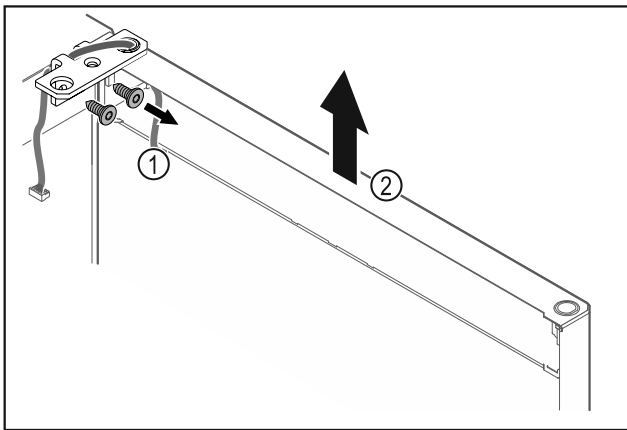

Fig. 21
- Odskrutkujte uholník závesu Fig. 21 (1).
- Zdvihnite dvere vrátane uholníka závesu Fig. 21 (2) cca 200 mm nahor a odoberte ich.